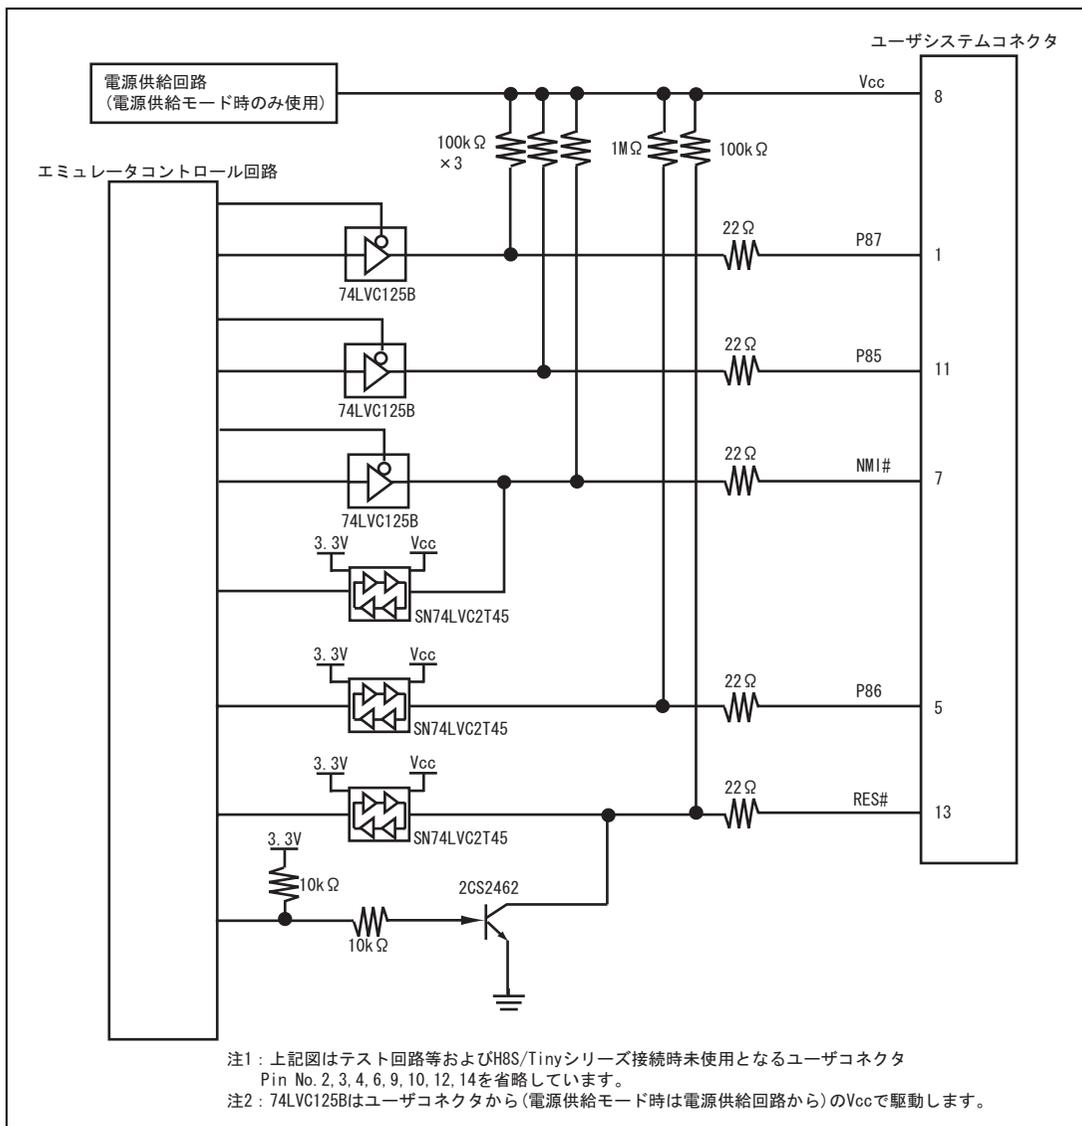

図 4.5 E8a エミュレータ内インタフェース回路 (参考)
8. 図 4.5 に E8a エミュレータ内インタフェース回路を示します。プルアップ抵抗の値などを決定するときに参考にしてください。